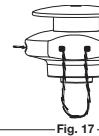

Fig. 17
3. Tire de los extremos asegurándose de que tengan el mismo largo y que la mitad de la línea quede en el centro entre los orificios de inserción (Fig. 17).